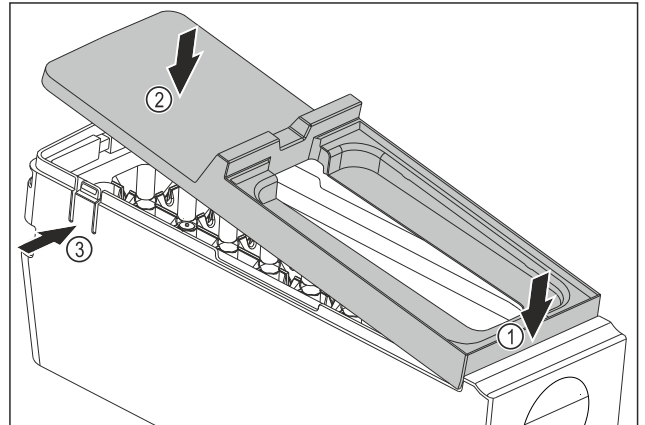

Fig. 108
- Afdekking van de EasyTwist-Ice-corpus monteren: Afdekking voor bevestigen. Fig. 108 (1)
- Afdekking achter neerlaten. Fig. 108 (2)
- Afdekking klikt hoorbaar in beide strips Fig. 108 (3) vast.